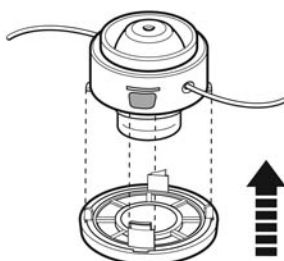

Fig. 35
- > Alinhe as ranhuras na cobertura com as ranhuras da cobertura do cabeçote de corte. De seguida, pressione a cobertura (fig. 35).